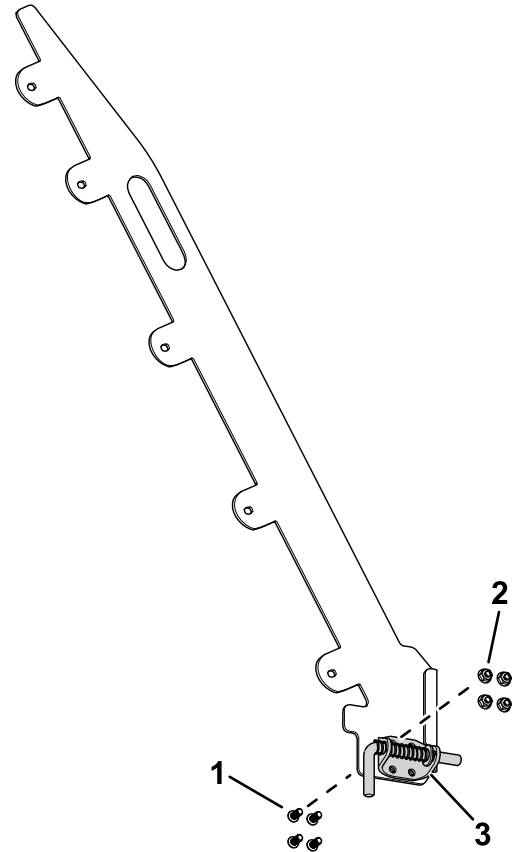

Bild 9
1. Verwenden Sie vier Torx-Schrauben und vier Muttern (5/16"), um die Halterung der Verriegelungsstifte an der Führungsplatte der Rampenbaugruppe zu befestigen (Bild 9).